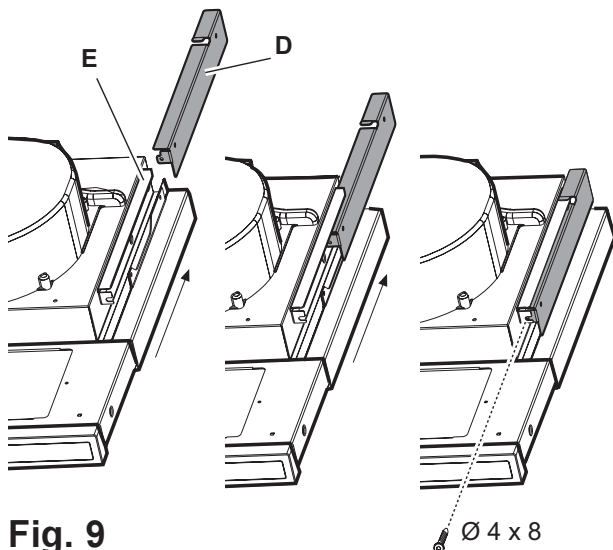

Fig. 9
- Introduire la hotte dans le meuble, en faisant bien attention de placer l'étrier de la hotte **E** au-dessus de l'étrier du meuble **D** (Fig. 9). Faire passer le câble électrique à travers le trou effectué à cet effet.
- Bloquer la hotte avec deux vis sur la partie frontale (Fig. 9 – une pour chaque côté).